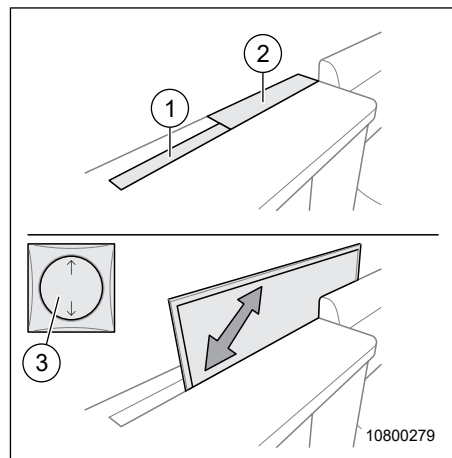

Fig. 120 Système coulissant de la TV au niveau de l'espace séjour
1. Enlever les recouvrements (Fig. 120, pos. 1 et 2) .
2. Maintenir l'interrupteur à bascule (Fig. 120, pos. 3) appuyé. Le système coulissant de la TV sort.
1. Maintenir l'interrupteur à bascule (Fig. 120, pos. 3) appuyé. Le système coulissant de la TV rentre.
2. Mettre en place les recouvrements (Fig. 120, pos. 1 et 2).